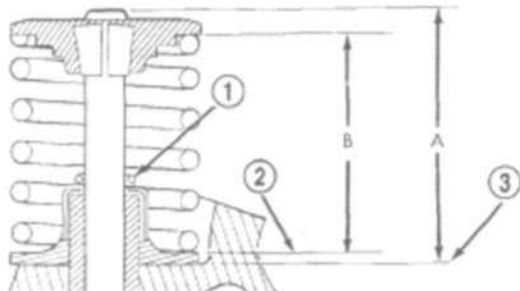

Рис. 29 Проверка высоты установки пружины и размера высоты наконечника клапана
- (3) Установить клапанные пружины и фиксаторы. Сжатие пружин должно быть достаточным для установки замков, при установке стараться не смещать приспособление для сжатия. При смещении приспособления для сжатия возможно появление задилов на штоке клапана.
(4) Проверить высоту установки пружины В для подшлифованного клапана и седла (Рис. 29). Измерение проводить строго от верха седла пружины до нижней поверхности фиксатора пружины. Если высота составляет более 38.75 мм, установить прокладку 0.762 мм под седло пружины для обеспечения соблюдения спецификации высоты пружины.